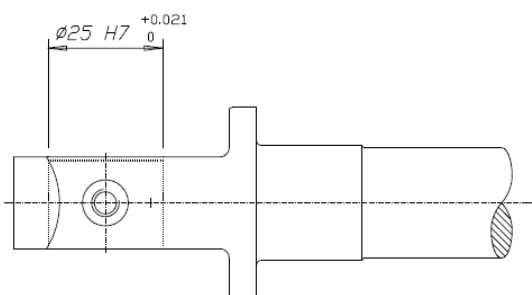

Figura 3a: Morsa LA612 – (a) dimensioni sede boccia nel guidamolla
- nel range $\varnothing 25 \text{ mm } +0.000 / +0.021$ per la morsa LA612 (figura 3a)